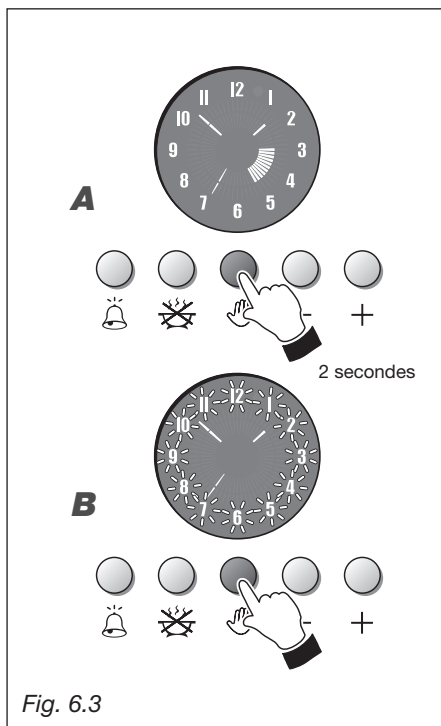

Fig. 6.3
## CUISSON MANUELLE SANS PROGRAMMATEUR (fig. 6.3)
A. Fig. 6.3 - Programmeur avec programme activé. Pour annuler le programme, appuyer sur la touche  pendant 2 secondes; les segments lumineux internes doivent ensuite s'éteindre.
B. Fig. 6.3 - Programmeur avec chiffres clignotants (cette condition se présente après l'extinction du signal sonore de fin de cuisson). Appuyer sur la touche  . Les chiffres doivent ensuite devenir stables et le programmeur doit passer en manuel.